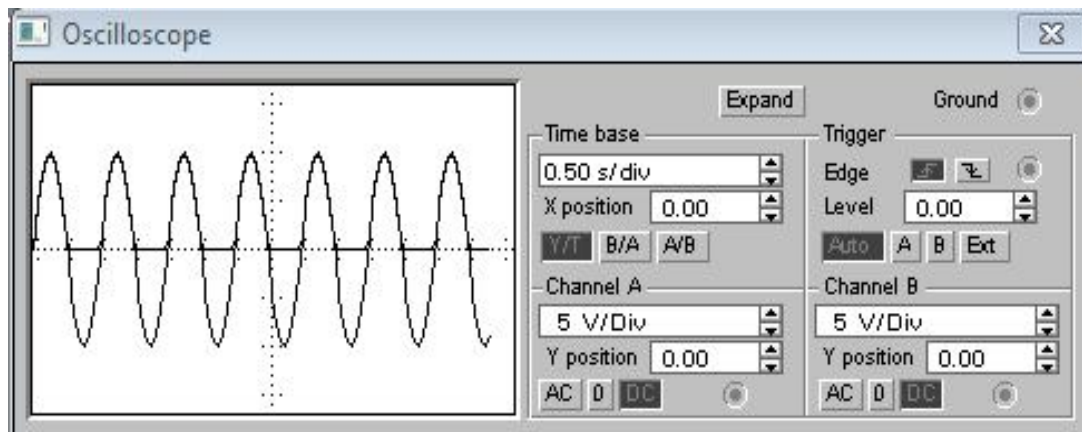

Рисунок 4.38 – Отримані осцилограми
3. Зарисувати отримані осцилограми (масштаб по осі X – 5 ms/div, по осі Y – 5 V/div) (рис. 4.38).